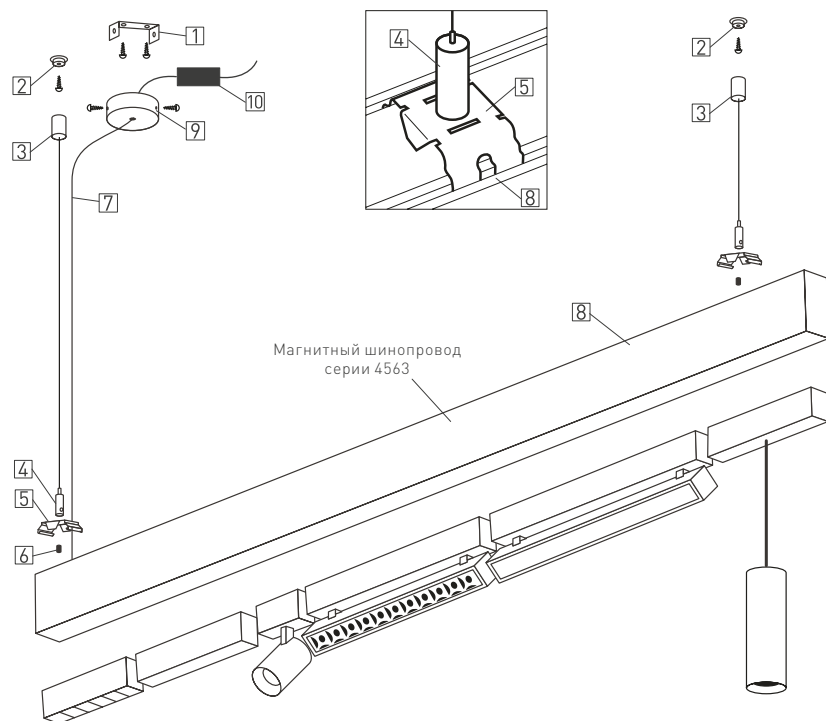

Рис. 3. Установка шинпровода на подвес
- 3.1. Закрепите на монтажной поверхности держатели MAG-BRACKET-45 [1], используя комплектный крепеж (шуруп [4] и дюбель [3], поставляются отдельно) (см. рисунок 3).
- 3.2. Закрепите шинопровод в держателях MAG-BRACKET-45 [1], для чего совместите пазы [2] на тыльной стороне шинопровода с пружинными зацепами держателя и, преодолевая их упругое сопротивление, защелкните шинопровод в держатель (см. рисунок 3).
- 3.6. Закрепите на монтажной поверхности резьбовые втулки [2] из комплекта «Подвес MAG-HANG-25» и наверните на них ответные части с продетым в них тросом [3] (здесь и далее см. рисунок 3).